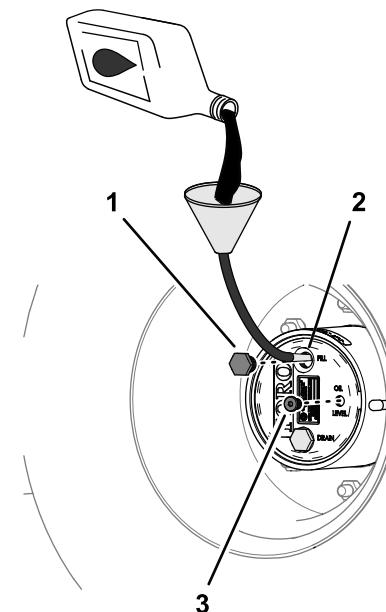

Figura 85
verificación (Figura 85); consulte Especificación del lubricante del engranaje planetario (página 68).
6. Instale el tapón de llenado y el tapón de verificación (Figura 85).
- A través del orificio del tapón de llenado, añada lentamente el lubricante de engranajes especificado; consulte la Figura 85 de Comprobación del lubricante de la transmisión planetaria \(página 68\).
- Instale el tapón de llenado y el tapón de verificación; consulte la Figura 85 de Comprobación del lubricante de la transmisión planetaria \(página 68\).